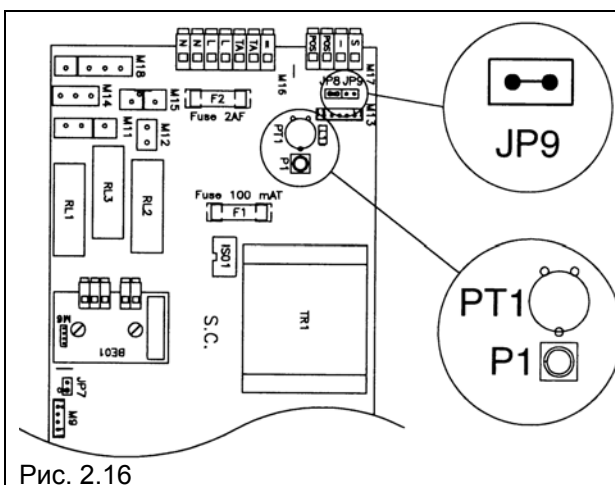

Рис. 2.16
- Откройте на котле панель с приборами и снимите с электронной платы защитную крышку, чтобы получить доступ к переключкам и регулятору (рисунок 2.16).